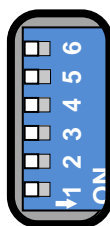

Рисунок 2.2 – Переключатели на задней панели прибора (все выключены)
На задней панели прибора имеется линейка из шести переключателей "Конфигуратор" (рисунок 2.2), с помощью которых выбирается набор сетевых параметров.
**Изменение сетевых параметров** скажется только после выключения / включения питания прибора и при включённом первом переключателе "Конфигуратора" на задней панели прибора (рисунок 2.2).